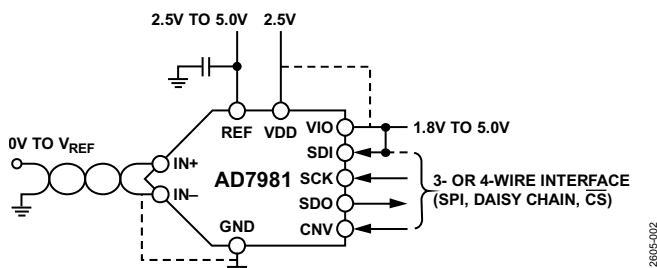

图2. AD7981连接图
**AD7981**有一个伪差分模拟输入结构，可对IN+与IN-输入之间的真差分信号进行采样，并抑制这两个输入共有的信号。IN+输入支持0 V至 $V_{REF}$ 的单极性、单端输入信号，IN-输入的范围受限，为GND至100 mV。**AD7981**的伪差分输入简化了ADC驱动器要求并降低了功耗。**AD7981**采用10引脚MSOP封装，额定温度为175°C。图2给出了连接示意图。